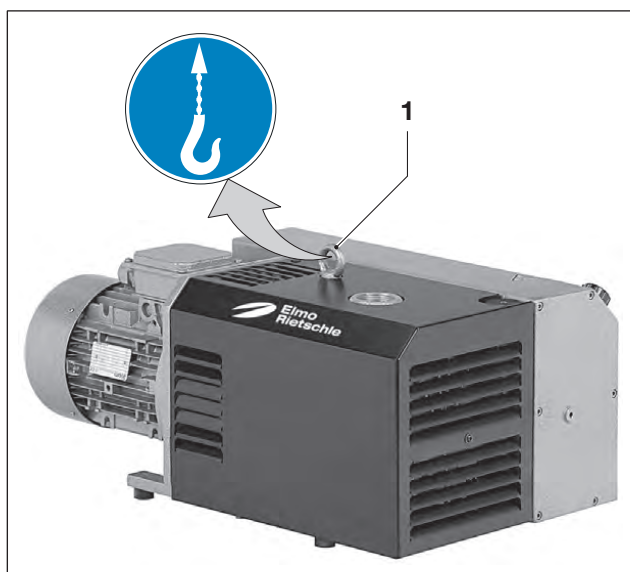

Fig. 1 Levage et transport
- Serrer fermement l'anneau de levage (fig. 1/1).